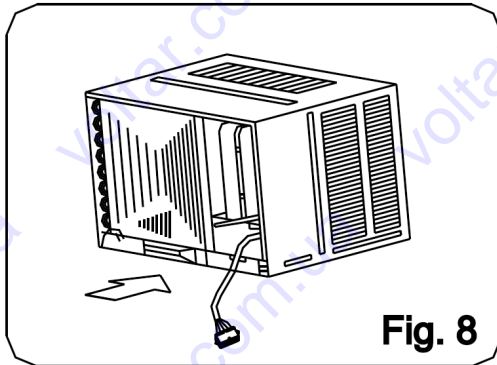

Fig. 8
4. Вставьте кондиционер в шасси (корпус) см Рис.(Fig.8) на стр. 21.